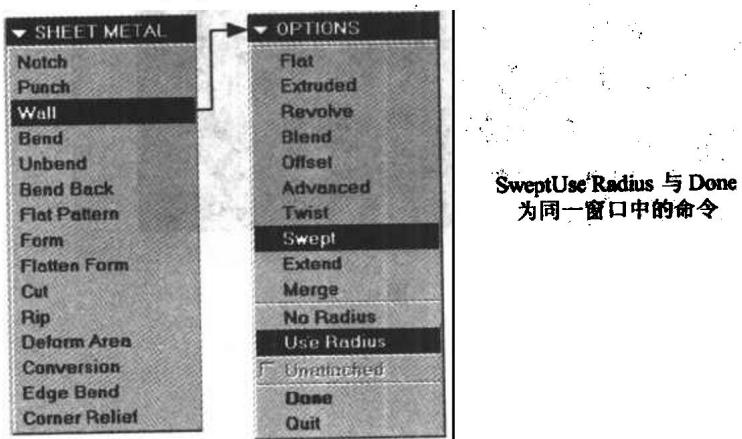

图 3
- |(例如: Extrude | Solid | Done): 同一窗口中的命令(如图 3 所示)。